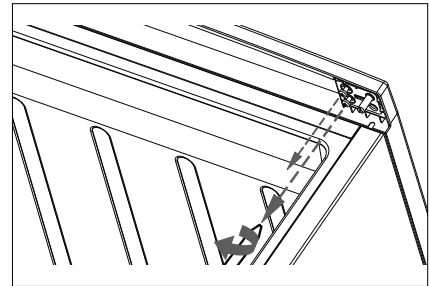

Fig. 5
- ▶ Utilizzare un cacciavite a croce per allentare le due viti di sostegno della cerniera superiore (fig. 5).